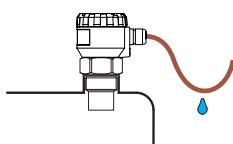

Рис. 10: Защита от проникновения влаги
- Кабель рекомендуем прокладывать под кабельной втулкой (провисанием наклонно вниз) согласно рис. 10. Это предотвратит возможное проникновение влаги. В этом случае дождь и конденсирующаяся вода могут свободно стекать.